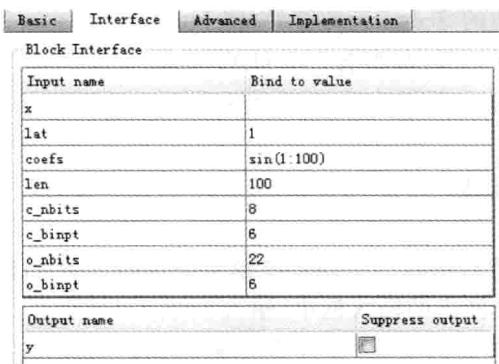

图 6.38 Interface 标签配置界面(1)
(13) 单击 Interface 标签,如图 6.38 所示。在该标签窗口下,按图中设置参数。